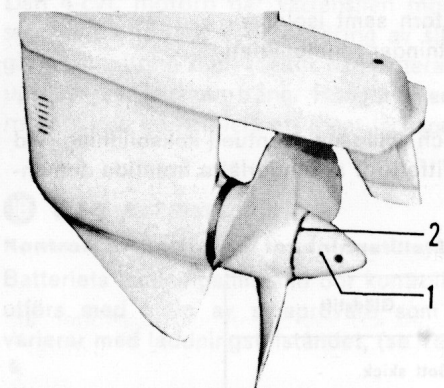

Fig. 38.
1. Slå upp låsflikarna på låsbrickan (2 fig. 38) för propellerkonen.
2. Skruva av propellerkonen (1) med hjälp av en mejsel eller pinne som skjuts in genom propellerkonens hål. Drag av propellern. Observera distanshylsan innanför propellern.